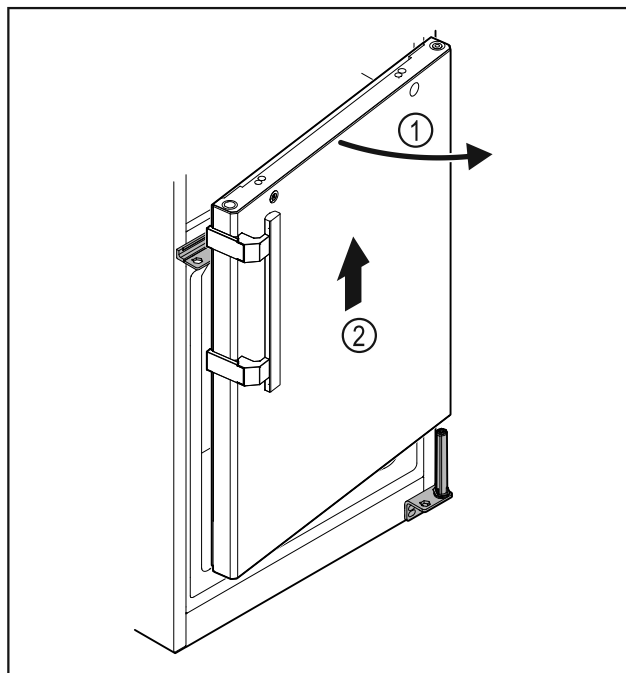

Fig. 28
- ▶ Mírně otevřete dvířka Fig. 28 (1), zvedněte je přibližně 200 mm rovně směrem nahoru a vyjměte je Fig. 28 (2).